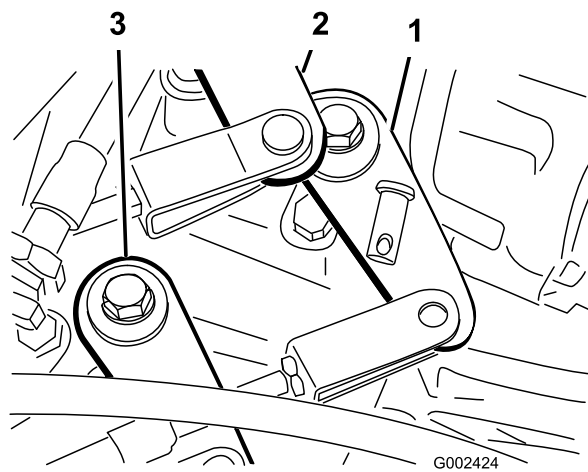

Figura 55
2. Desmonte os passadores que fixam os cabos aos braços de comando da transmissão (Figura 55).
1. Retire os pinos de segurança que prendem o cabo de gama alta/baixa à transmissão (Figura 55).